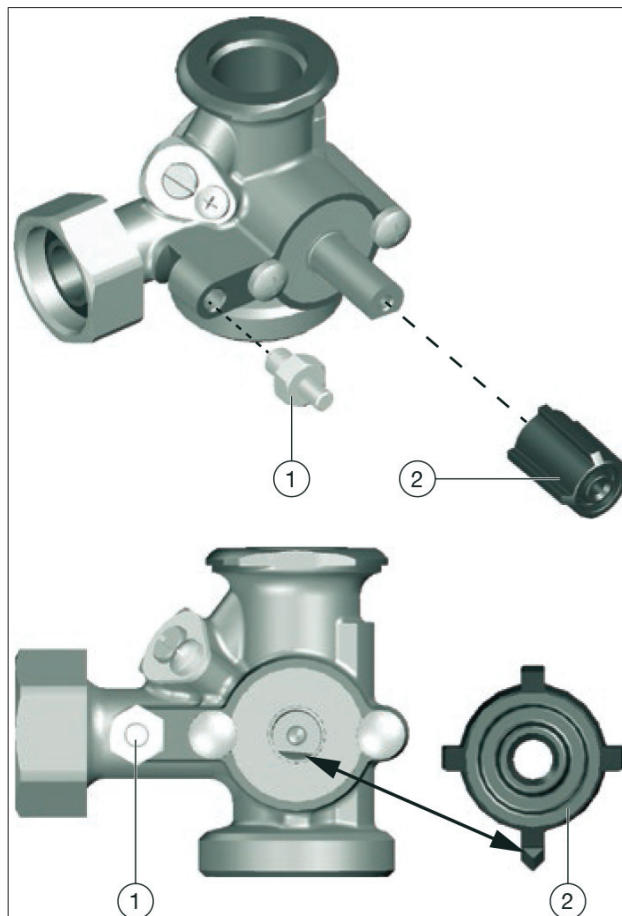

Рис. 3: Установка
1. Проверьте положение вентильной вставки смесителя. Ее плоская сторона должна указывать вниз и быть выровнена по горизонтали (см. рис. 3 на стр. 9).
2. Прилагаемый к сервомотору адаптер (поз. 2, рис. 1 на стр. 7) надеть на вентильную вставку смесителя. Убедиться, что заострение ребра адаптера направлено вниз (см. рис. 3 на стр. 9).
3. Стопор вращения (поз. 1, рис. 1 на стр. 7) закрутить на корпусе смесителя (см. рис. 3 на стр. 9).